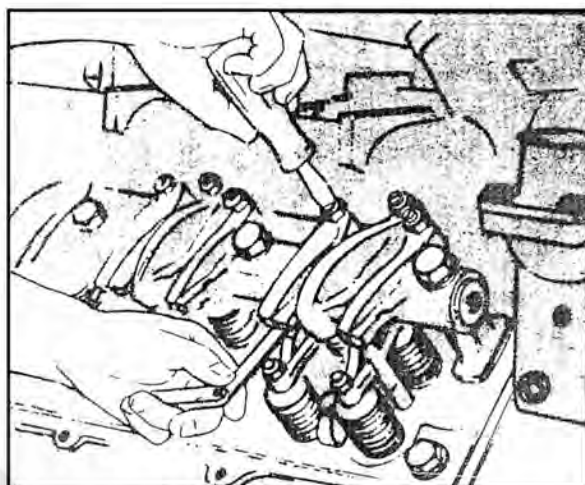

图 2-21 调整气门间隙调整气门
2. 在摇臂和十字头接触面向插入合适的厚薄规（图 2-21），气门间隙见表 2-4。